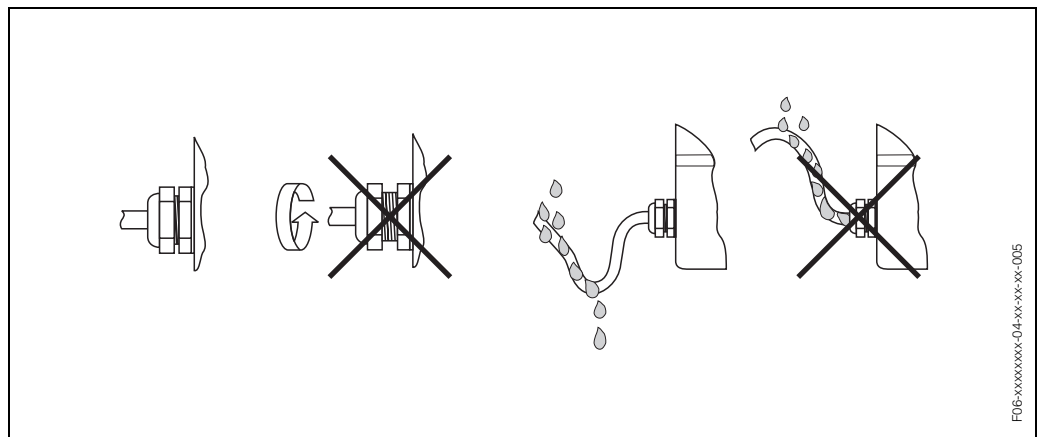

Abb. 19: Montagehinweise für Kabeleinführungen
- Kabeleinführung fest anziehen (Abb. 19).
- Kabel vor der Kabeleinführung in einer Schlaufe verlegen ("Wassersack", Abb. 19). Auftretende Feuchtigkeit kann so nicht zur Einführung gelangen. Bauen Sie das Messgerät zudem immer so ein, dass die Kabeleinführungen nicht nach oben gerichtet sind.